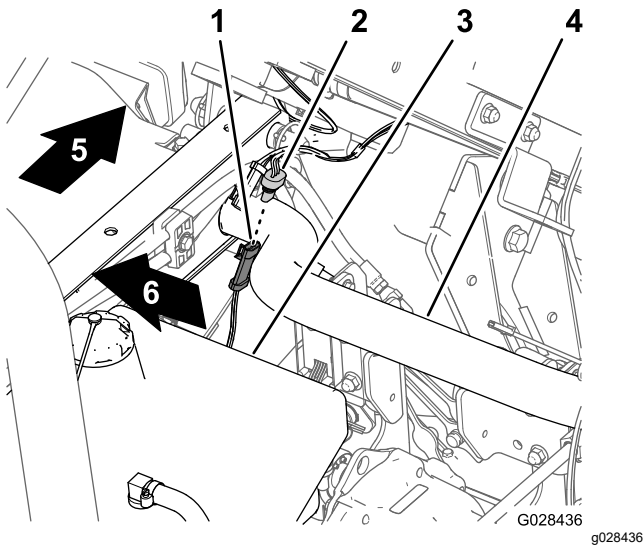

Figura 17
1. En el arnés de cables del fumigador, localice el conector hembra de 3 vías del circuito del sensor de velocidad (Figura 17).
2. Conecte el conector de 3 pines del arnés de cables de la máquina para el sensor de velocidad al conector hembra de 3 vías del arnés del fumigador para el sensor de velocidad (Figura 17).